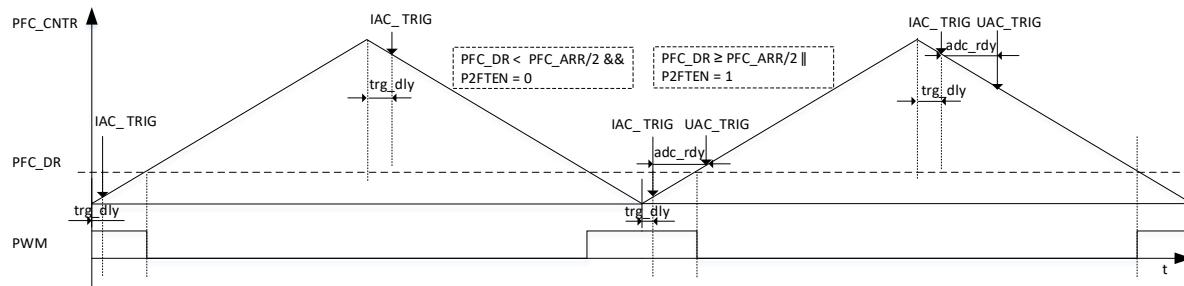

图 12-6 PWM 输出与 IAC/UAC 采样时机图
- PFC_CR2[P2FTEN] 和 PFC_DR 决定触发采样点(如图 12-6 所示): 当 $PFC_CR2[P2FTEN] = 0$ 且 $PFC_DR < PFC_ARR/2$ 时，PFC_CNTR 计数到下溢点触发采样；否则 PFC_CNTR 计数到上溢点触发采样(如 $PFC_CR2[P2FTEN] = 1$ ，或 $PFC_DR \geq PFC_ARR/2$)；设置 PFC_TRGDLY 可延迟采样，上溢点为 PFC_CNTR 向上计数到 $PFC_TRGDLY*8$ ，下溢点为 PFC_CNTR 向下计数到 $(PFC_ARR - PFC_TRGDLY*8)$ 。